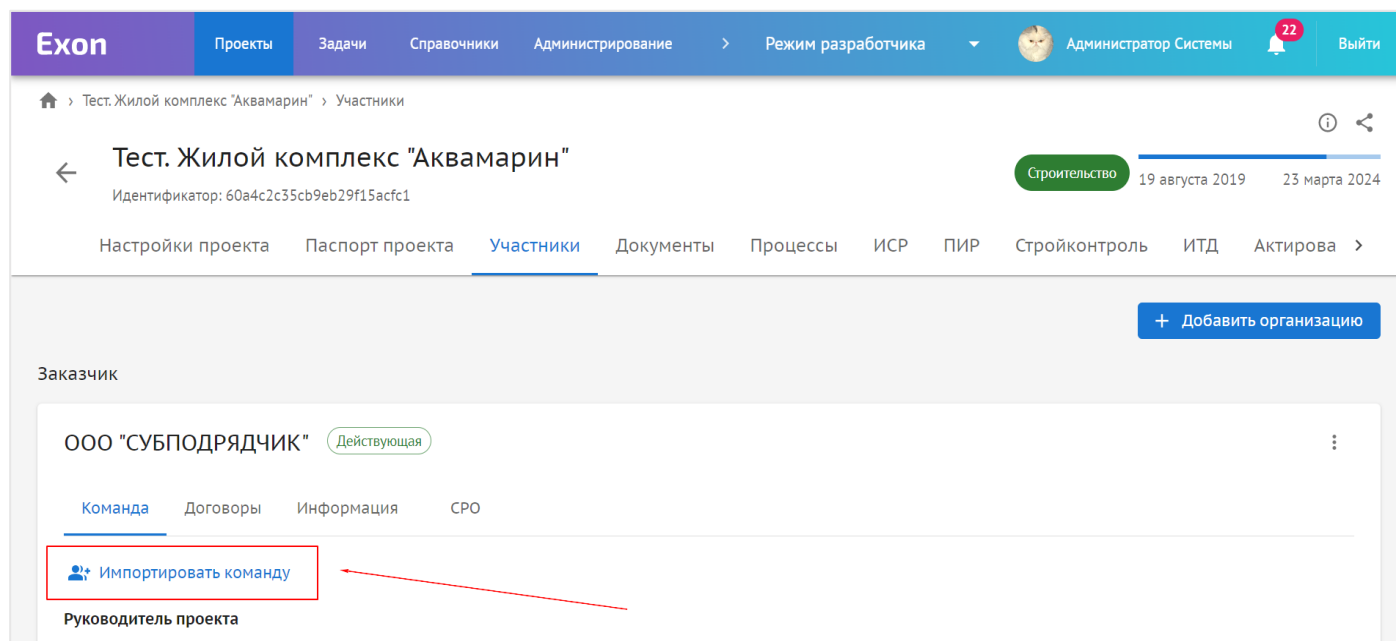

Рис. 36 – Импортировать команду
1. Нажать на «Импортировать команду» (рис.36);